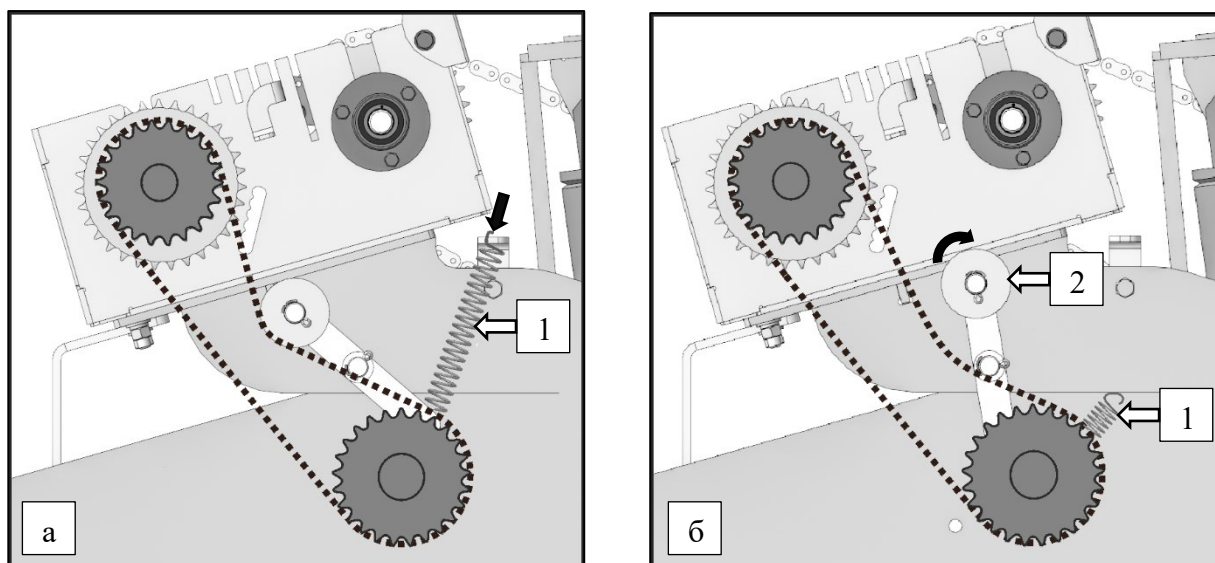

Рисунок 47 – Последовательность переустановки цепи:
1. Вывести из зацепления пружину натяжителя (1), рис. 47 а, рис. 47 б.
2. Отодвинуть ролик натяжителя (2) от цепи, рис. 47 б.